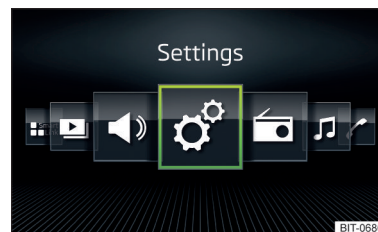

Fig. 142
- » Seleccionar la opción **Visualización de la trama** » fig. 141 o **Visualización horizontal** » fig. 142.